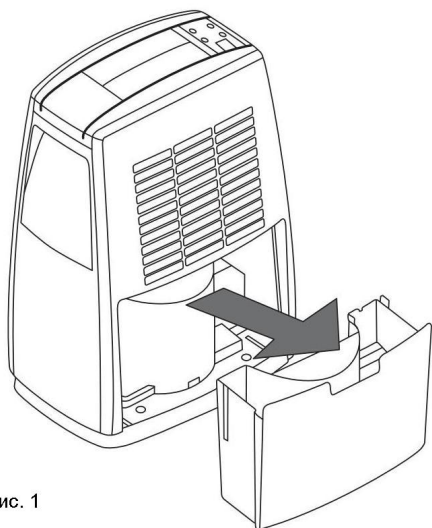

Рис. 1
- При наполнении резервуара для воды загорится красная лампочка **“Tank full”**, прибор отключится. Подождите примерно 15 минут, прежде чем извлечь резервуар, чтобы оставшаяся вода могла стечь в него. Осторожно извлеките резервуар, чтобы не повредить поплавков, и вылейте воду (рис. 1 + 2).